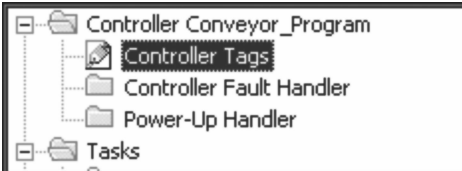

图 9-11 选中“控制器”标签
3. 在控制器项目管理器中，双击“控制器标签”（Controller Tags），如图 9-11 所示。